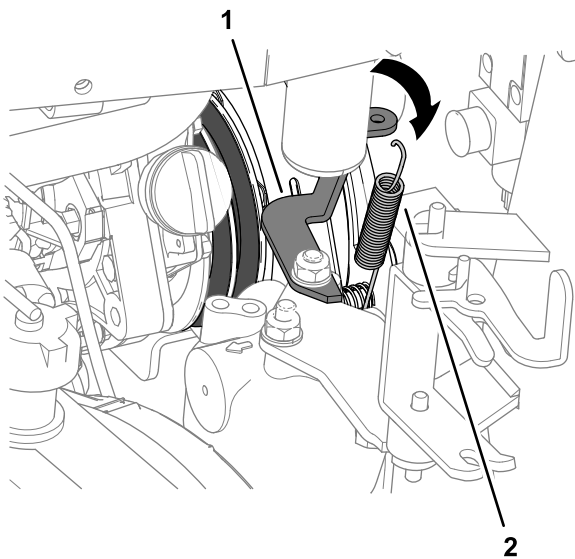

Figura 90
5. Dal lato del radiatore, sganciate la molla dell'ammortizzatore della frizione dalla staffa a molla (Figura 90).
4. Agganciate la molla dell'ammortizzatore della frizione tra il bullone interno della piastra della frizione e la staffa a molla; fate riferimento alla Figura 90 in Rimozione delle cinghie della PDF (pagina 66).